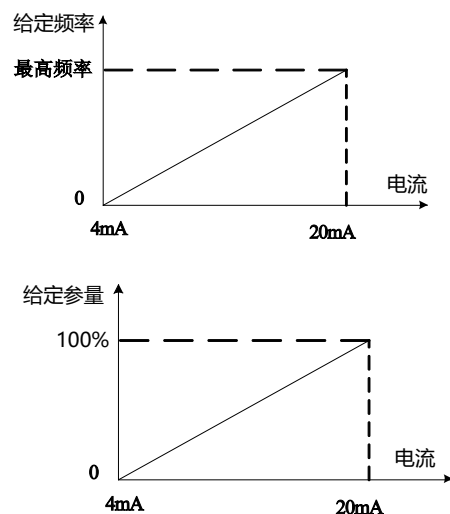

图5.22 模拟给定
- 模拟给定：通过接口板模拟给定信号设置变频器频率。输入电流信号（4～20mA）可通过触摸屏参数“最小给定电流”和“最大给定电流”进行调节。在开环控制下，模拟给定信号对应0Hz～最高频率，在闭环控制下，模拟给定信号对应0%～100%。给定值与频率的对应关系如图5.22所示。